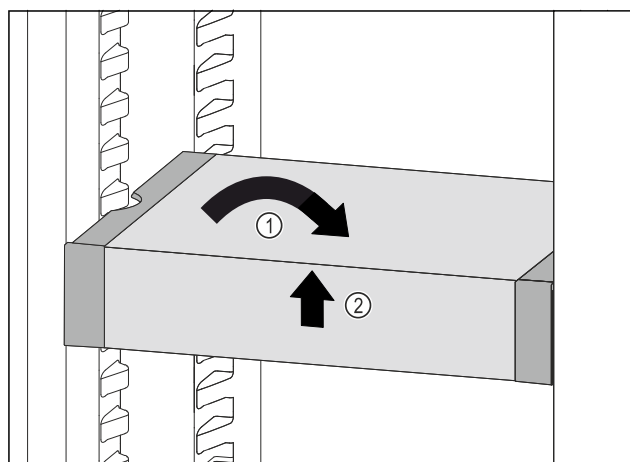

Fig. 85
- ▶ Вирівняти VarioSafe. Fig. 85 (1)
- ▶ Підняти VarioSafe спереду. Fig. 85 (2)